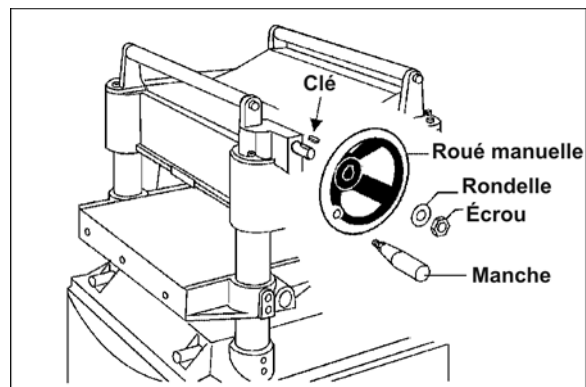

Figure 8
1. Retirez l'écrou et la rondelle de l'arbre de la boîte de vitesses et placez la roue manuelle sur l'arbre (Figure 8), en vous assurant qu'elle est orientée de sorte que la roue manuelle glisse sur la clé.